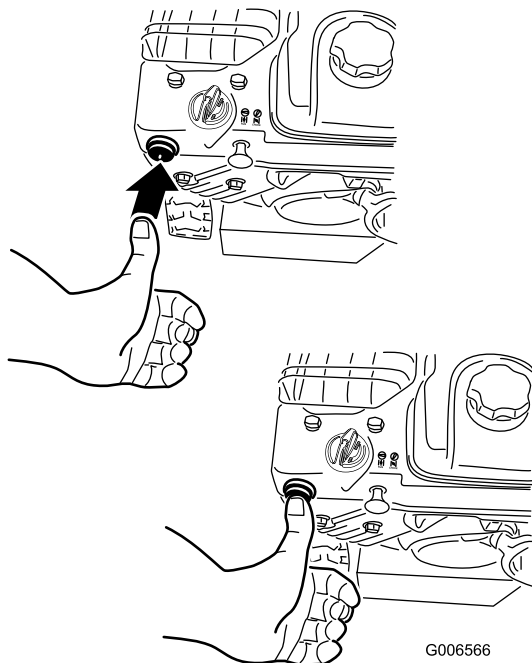

Bild 21
4. Drücken Sie die Kaltstarthilfe zweimal kräftig mit dem Daumen (-9°C oder höher) oder vier Mal (unter -9°C) und lassen Sie die Kaltstarthilfe jedesmal nach einer Sekunde los (Bild 21).